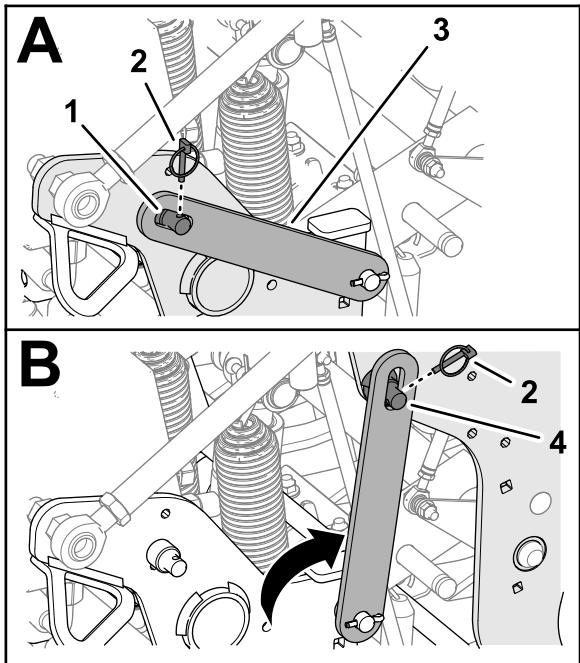

Figura 111
4. Retire el pasador de seguridad que fija el cierre de mantenimiento a la placa lateral (Figura 111).